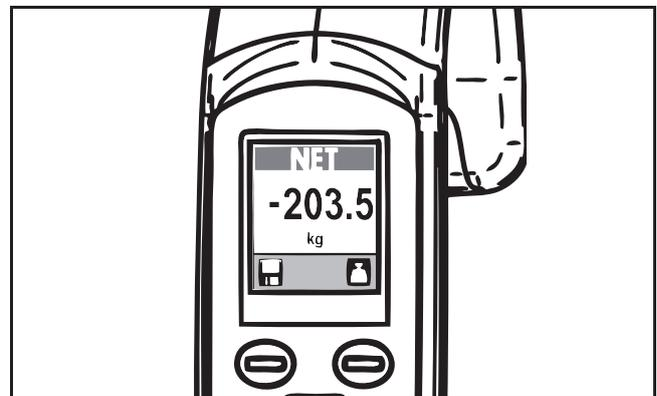

図 60
- 2) 起動時にスリングが既にスプレッダーバーに取り付けられている場合、MAXI MOVE は既に自動的にゼロ設定されており、スリングの体重も計算に入れています（図 60 を参照）。